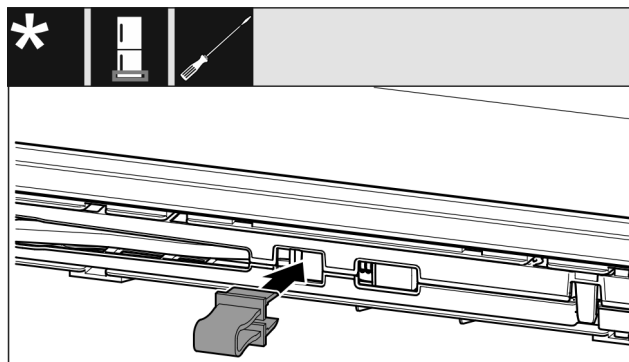

Fig. 14
- ▶ Зафіксуйте запобіжник в отворі Fig. 14 ().